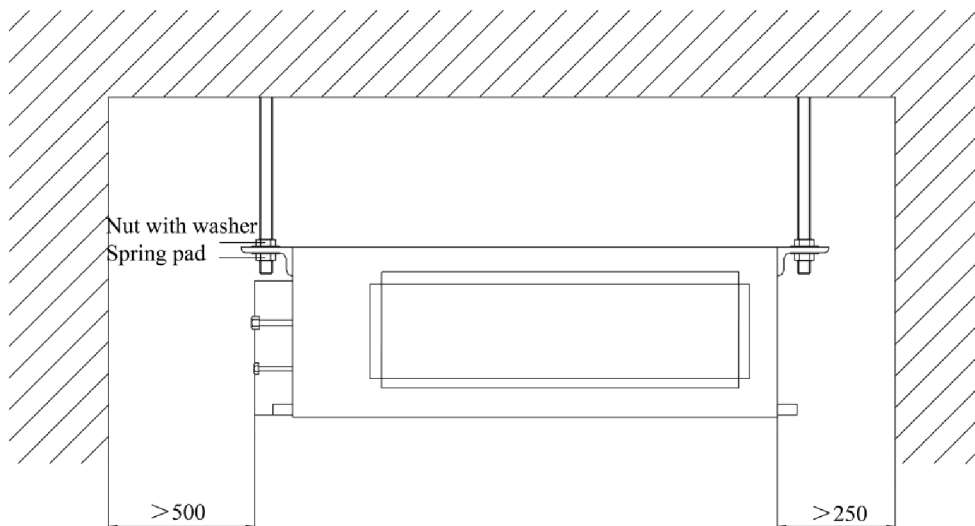

Fig. 2
- 4). Prevedere lo spazio di installazione indicato in Fig. 2 per consentire l'accesso per la manutenzione.